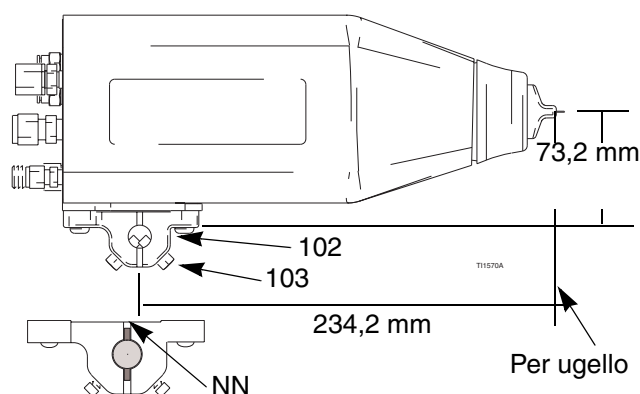

Fig. 4. Staffa di montaggio
1. Allentare le due viti di blocco (103) della staffa di montaggio (102) su un'asta di montaggio da 13 mm (1/2"). Vedere Fig. 4.